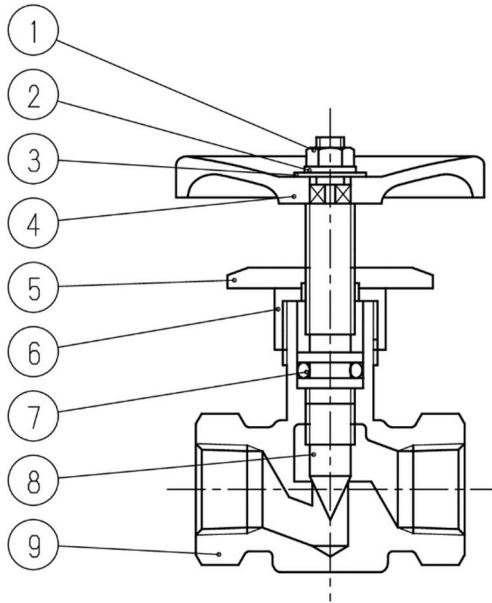

図5 絞り弁
- 4.6 絞り弁(D)(図 5)はメーカ工場で調整済みですが、再調整が必要な場合は次に述べる点に御注意してください。
- 4.6.1 絞り弁(D)(図 5)は通常右一杯にねじ込んだ位置から 3/4 回転開いた位置(時計の針と逆方向に回転)で使用します。
- 4.6.2 絞り弁(D)(図 5)は開き過ぎますと背圧弁の作動が不安定となり、また絞り過ぎますと作動遅れが出る場合がありますので、実際に使用しながら適当な絞りに調節してください。
- 4.6.3 絞り弁(D)(図 5)は締め切らないでください。締め切りますと背圧弁が作動しなくなります。
- 4.6.4 絞り弁(D)(図 5)の調節が終わりましたら、必ずロックナット(5)を締め付けてください。
RPD52-2 型背圧弁(C)(図 3)、VPD41B-3 型バイパス開閉弁(H)(図 4)及び絞り弁(D)(図 5)などのアクセサリ回りは、ねじ込み継手や管などで OD3 型ダイヤフラム式基本弁(A) (図 2)に連結されていますので、管継手及びユニオンを外しますと、OD3 型ダイヤフラム式基本弁(A) (図 2)から取り外せます。このとき、呼び径 100 以上は 2.4.2 項で述べたように開閉弁(F)を閉止し、次に開閉弁(E)(G)(I)(J)を閉止し、最後に検出管(K)の止め弁を閉止することにより、OD3 型ダイヤフラム式基本弁(A) (図 2)をその時の状態(すなわち一定弁開度)に保ったまま管路の流れを止めることなく、上記のアクセサリ回りを取り外すことができます。